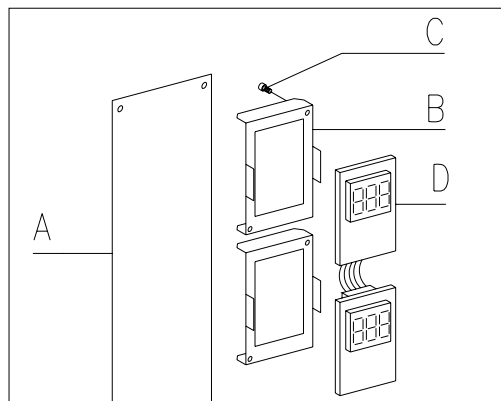

FIG. 20
1. Tourner l'arbre du motoréducteur jusqu'à ce que les deux vis de fixation pos.2 FIG. 20 atteignent une position telle à permettre l'introduction de la clé; appuyer sur l'embrayage pos. 1 pour faire tourner l'arbre;
2. Dévisser les deux vis de fixation pos. 2;
3. Dévisser l'écrou, fixant le codeur pos. 4 et, après avoir enlevé le connecteur électrique pos. 3, ôter le codeur;
8.13 SUBSTITUTION DU DISPLAY FIG. 20